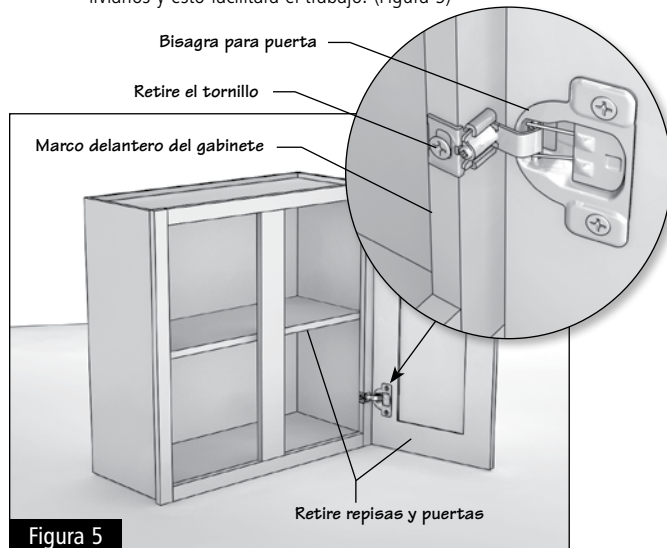

Figura 5
- 2.1** Retire todas las repisas y puertas. Es recomendable que las marque (o las apile según su posición o lugar) para poder volver a colocarlas fácilmente. Al retirar las repisas y puertas, los gabinetes quedarán más livianos y esto facilitará el trabajo. (Figura 5)